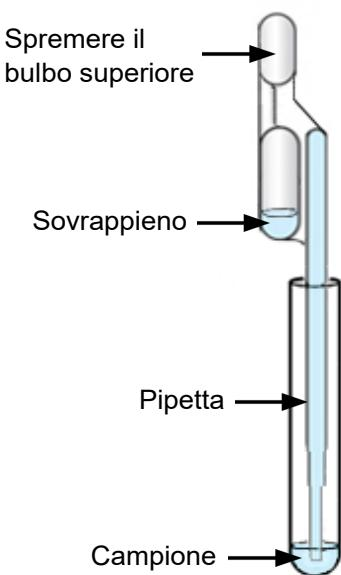
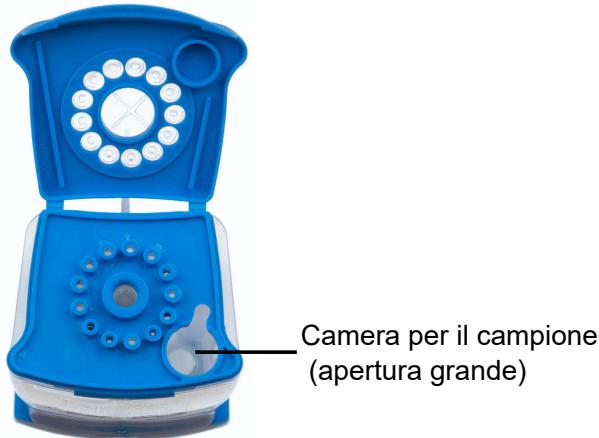

Figura 3. Pipetta di trasferimento
Figura 4. Cartuccia (vista dall'alto)
1. Spremere **completamente** il bulbo superiore della pipetta di trasferimento e inserire la punta della pipetta nel tubo del terreno di trasporto ESwab contenente il campione del paziente (vedere Figura 3).
3. Per trasferire il campione di analisi del paziente all'interno della cartuccia, spremere completamente ancora una volta il bulbo superiore della pipetta di trasferimento per svuotare il contenuto della pipetta nell'apertura grande (camera per il campione) mostrata nella Figura 4. È accettabile che il campione in eccesso rimanga nel serbatoio di troppo pieno della pipetta (Figura 3).